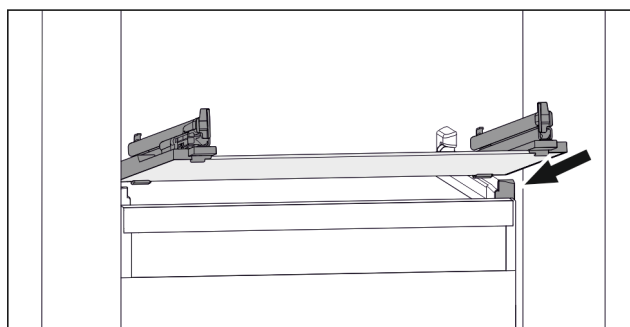

Fig. 47 Príklad zobrazenia sklenenej dosky
- ▶ Nasadte sklenenú dosku šikmo za záložkami. (pozri Fig. 47)